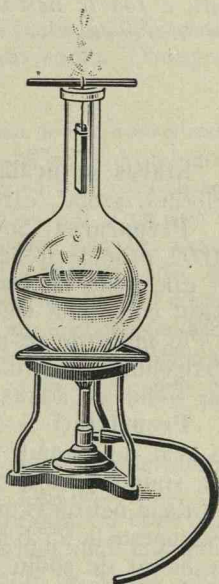

Fig. 158. Aliajiul lui Wood se topește în vapori de apă.
**Aliaje.** După cum metaloizii formează combinațiuni între ei,—cloruri, bromuri, ioduri, sulfuri (de fosfor, de arsen, de sulf, de carbon, etc.)—, deasemenea și metalele se pot combina între ele. Aceste *combinațiuni de două sau mai multe metale se numesc aliaje*. În unele privinți, proprietățile aliajelor sunt acelea ale unui amestec, în alte privinți, sunt acelea ale unei combinațiuni. Așa, duritatea aliajiului de aur și cupru e mai mare decât cea a aurului și mai mică decât a cuprului. În schimb, temperatura de topire a unui aliaju nu mai e mijlocia temperaturilor de topire a metalelor aliate. Astfel, un aliaju de 2 părți plumb, 4 p. bismut, 1 p. staniu și 1 p. cadmiu se topește chiar la  $65^{\circ}$  (în apă caldă, fig. 158), în vreme ce fiecare din aceste metale se topește mai sus de  $200^{\circ}$ . Tot așa *potasiul și sodiul, solide la temperatura obișnuită, formează un aliaju lichid la această temperatură*. Avem aface aci cu o proprietate pe care o întâlnim numai la combinațiuni.